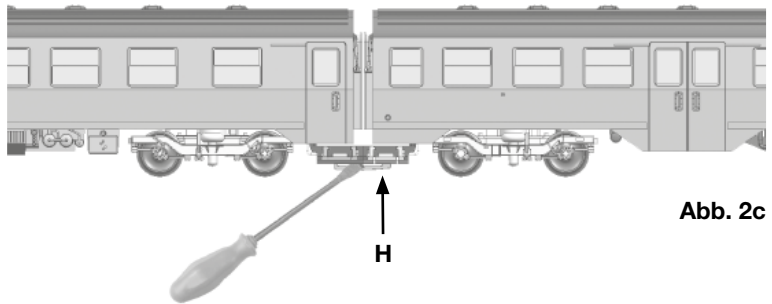

Abb. 2c
Zum Entkuppeln (Abb. 2c) drücken Sie bitte die Haltenase (H) mit einem Schraubendreher von der Seite nach unten und ziehen Sie die Wagen auseinander.